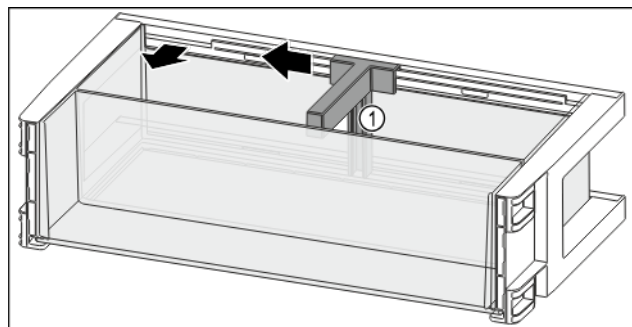

Fig. 122
- Przesunąć uchwyt butelek Fig. 122 (1) na bok do zagłębienia.
- Wyjąć uchwyt butelek Fig. 122 (1).